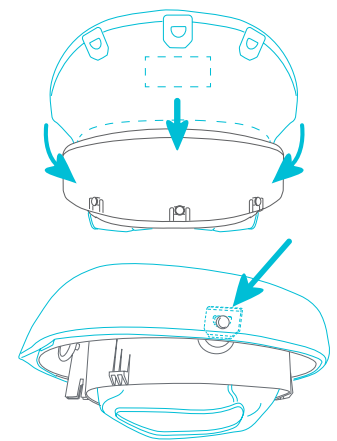

Fig. 14b
- Para volver a colocarla, coloque el lado de la etiqueta de advertencia hacia el respaldo de la base del asiento. Pliegue la tela y coloque la hebilla central trasera en la lengüeta. Conecte todas las hebillas alrededor de las lengüetas de la base del asiento. Se deben asegurar todas las lengüetas y hebillas antes de usar el producto (Fig. 14b).